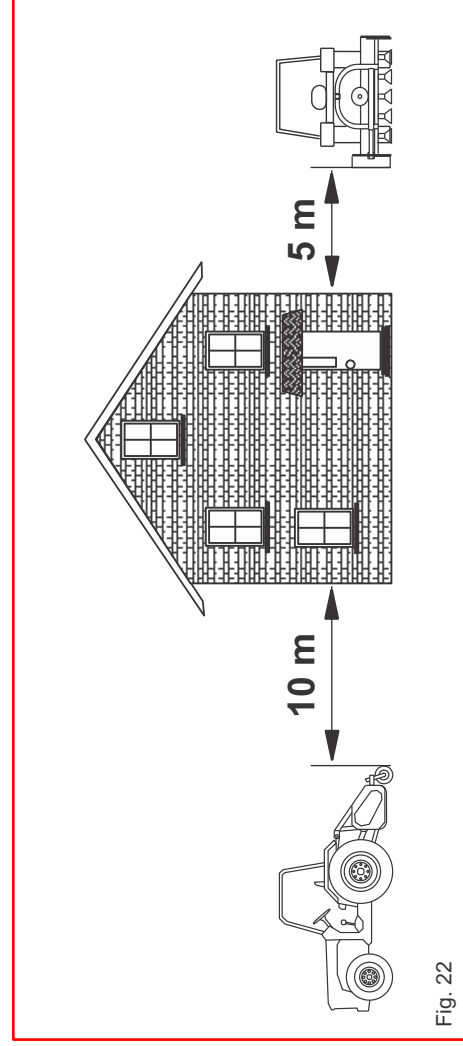

Fig. 22
- Lavorando in prossimità di abitazioni o strade rispettare le distanze di sicurezza (Fig. 22): 5 metri lateralmente, 10 metri posteriormente.
- Comply with the safety distances when working near built-up areas or roads (Fig. 22): 5 meters each side, 10 meters at the rear.
- Lors du travail à proximité des habitations ou des routes, respecter les distances de sécurité (Fig. 22): 5 mètres sur les côtés, 10 mètres à l'arrière.
- Vor dem Anheben der Maschine die Zapfwelle auskuppeln, Arbeiten Sie nicht mit angehobener Maschine und stoppen Sie diese immer, bevor Sie vom Traktor absteigen. Bei der Arbeit in Nähe von Wohnhäusern oder Straßen die Sicherheitsabstände einhalten (Abb. 22): 5 m seitlich, 10 m hinten.
- Trabajando cerca de casas o carreteras respetar las distancias de seguridad (Fig. 22): 5 metros lateralmente, 10 metros posteriormente.